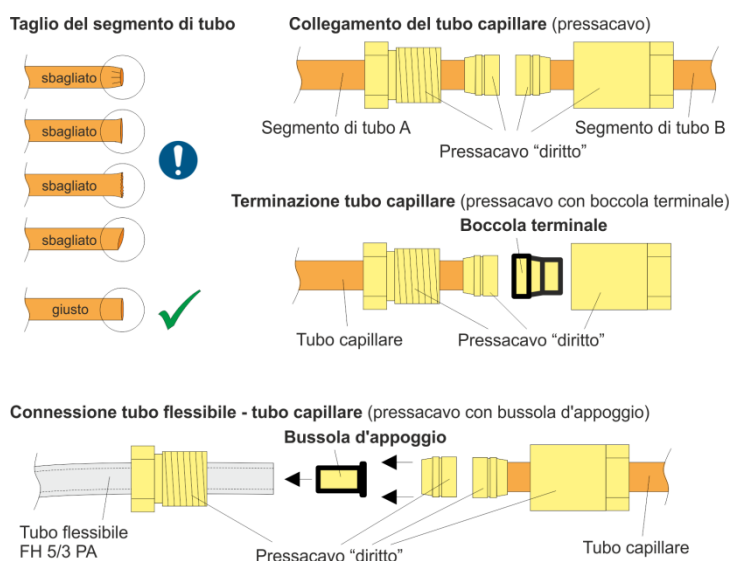

Fig. 19 Connessioni del tubo capillare
- I segmenti di tubo vanno collegati tra loro con pressacavi. In tal caso accertarsi che le estremità del tubo vengano tagliate ad angolo retto e non presentino schegge di metallo sporgenti (lavorazione), **Fig. 19**.
- All'estremità del tubo capillare va inserito un pressacavo con boccola terminale, **Fig. 19**, che però va montato dopo aver lavato il tubo capillare.
- In corrispondenza dei pressacavi che mettono in collegamento il tubo capillare con il tubo flessibile deve essere sempre utilizzata una speciale bussola d'appoggio, **Fig. 19**.